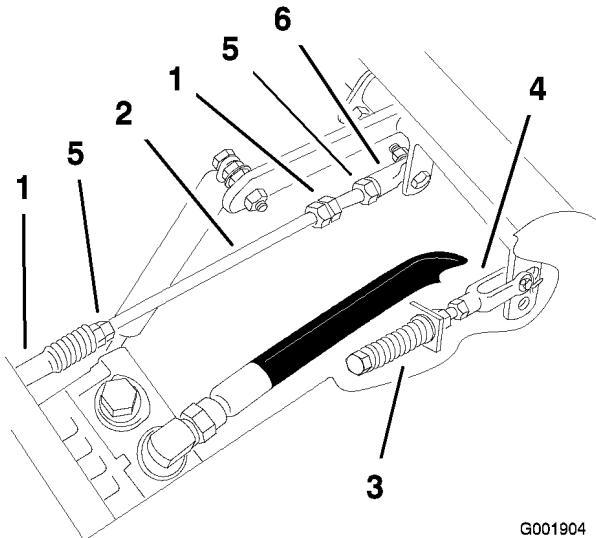

Figura 76
1. Afloje las contratuerca de la articulación esférica de la varilla de control de la bomba (Figura 76).
3. Ajuste la longitud de la varilla de la bomba girando las tuercas dobles de la varilla, en el sentido apropiado, hasta que la rueda quede estacionaria o se mueva muy lentamente en marcha atrás (Figura 76).
- Apriete las contratueras de las articulaciones esféricas (Figura 76).